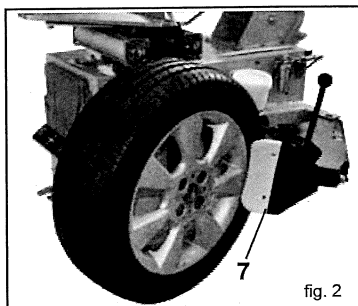

fig. 2
- Approcher la roue de l'appui en caoutchouc (6) sur le côté droit du démonte-pneus (fig. 2)
- Approcher la pelle (7) du talon du pneu, à une distance mini. du bord de la jante et utiliser la protection de la pelle pour jante en aluminium. S'assurer que la pelle se positionne correctement sur le pneu, et non pas sur la jante (fig. 2).
- Presser la pédale (4) pour actionner le décolleur et ne pas la relâcher, au moins jusqu'à ce que la pelle soit à fin de course ou, en tout cas, lorsque le talon est complètement décollé.
- Le dégagement de la pédale (4) actionne automatiquement le dispositif PO SYSTEM (breveté) pour le dégagement de la pelle au cas où elle resterait encastrée entre le bord de la jante et le talon du pneu, le poussant vers l'extérieur. Cela permet d'éviter des interventions manuelles fatigantes et d'accélérer le travail.